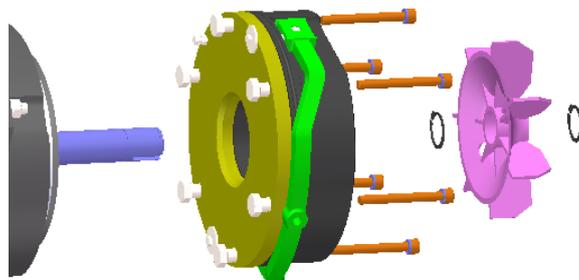

图 3.4-7 制动器拆卸
3. 拆除风扇卡环并取下风扇，取下制动器（如图3.4-7所示）。